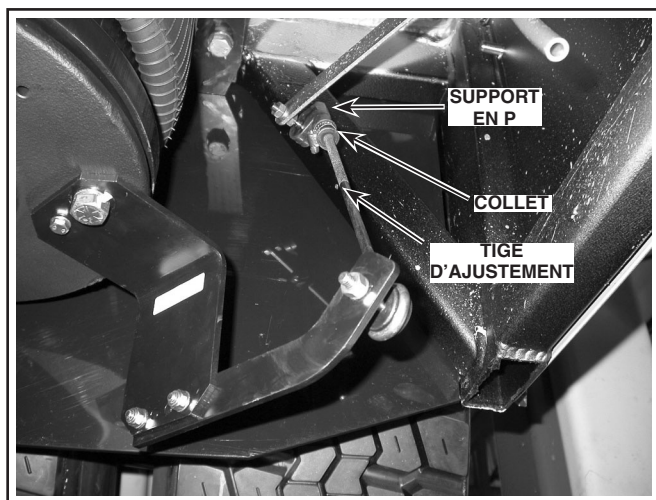

Figure 1A - Support en P
1. Desserrer le collet de chaque support en P. Voir Figure 1A.